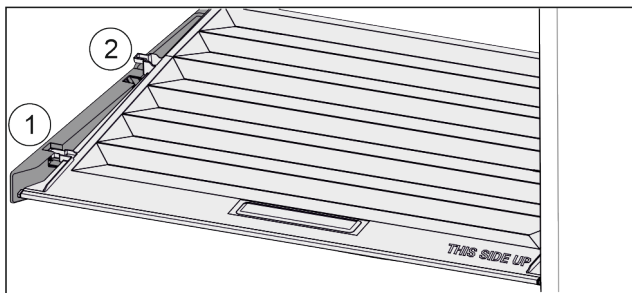

Fig. 126
- ▶ Vytáhněte víko dopředu až k otvoru v přídržných dílech Fig. 126 (1).
- ▶ Vzadu zespuď nadzvedněte a vyjměte směrem nahoru Fig. 126 (2).